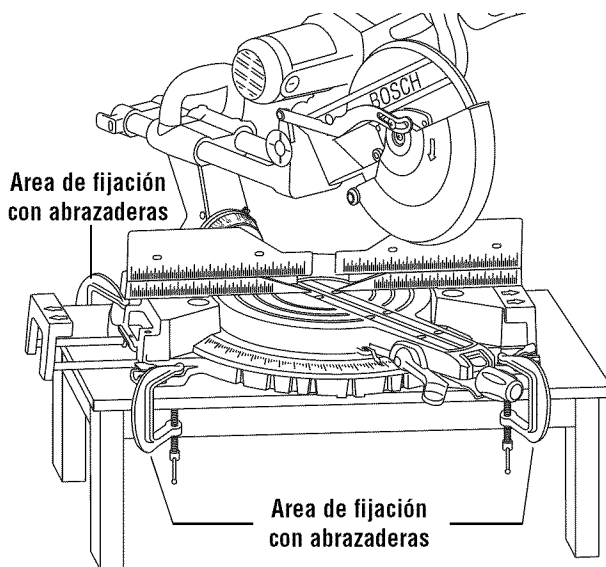

Figura 15. Montaje portátil usando abrazaderas
- Coloque dos (2) o más abrazaderas en "C" en las áreas de fijación con abrazaderas y fíjelas (Figura 15).
- Tenga cuidado de no poner las abrazaderas sobre las palancas de sujeción de las extensiones de la base (Figura 15).